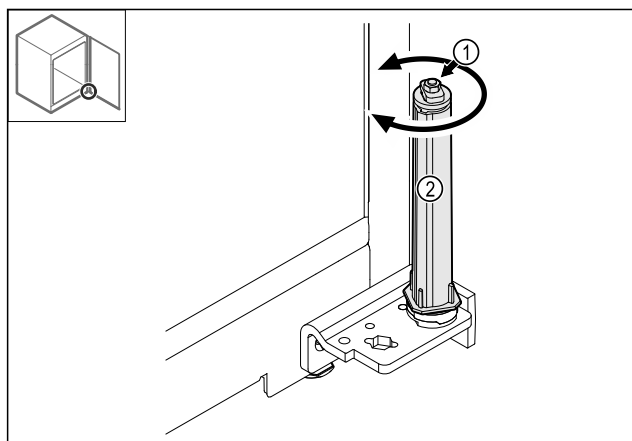

Fig. 43
► 切勿毁坏关门系统的螺旋接合点 Fig. 43 (1)。
► 转动关门系统 Fig. 43 (2)，直至听到咔嚓声。